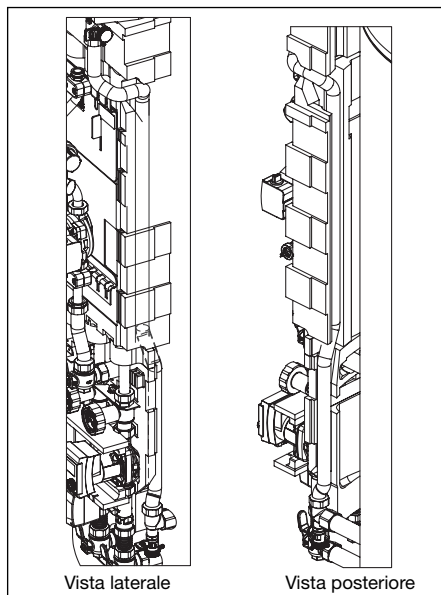

Fig. 21 Montaggio tubo ondulato in metallo per ritorno Gruppo solare
- Accertarsi che il tubo corrugato in metallo sia posato tra l'isolamento del serbatoio e l'isolamento termico del gruppo del circuito di riscaldamento e che sia protetto completamente durante il montaggio del guscio anteriore. (Fig. 21).